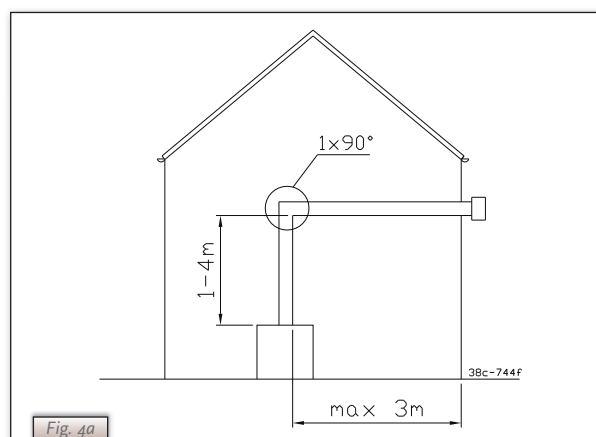

Fig. 4a
- ➡ Bij toepassing van minimaal 1 meter t/m maximaal 4 meter verticale pijplengte mag de totale horizontale pijplengte maximaal 3 meter bedragen (exclusief geveldoorvoer; zie Fig. 4a).
b) minimaal 1 meter en maximaal 4 meter verticale pijplengte in combinatie met een 90° bocht en maximaal 3 meter horizontale pijplengte en een muurdoorvoer (zie Fig. 4a).